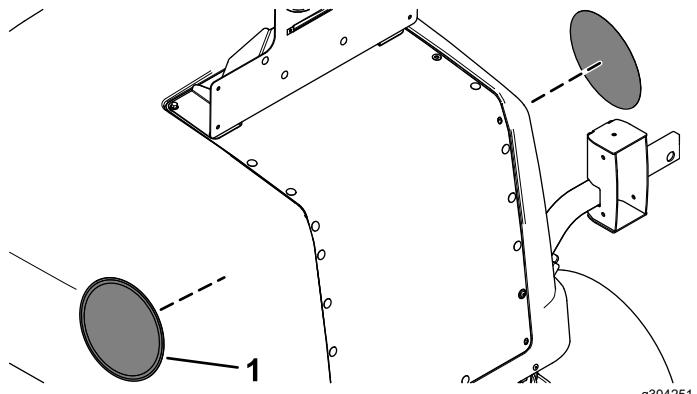

Figure 34
14. Apposez l'autocollant de vitesse approprié de chaque côté du capot (Figure 34).